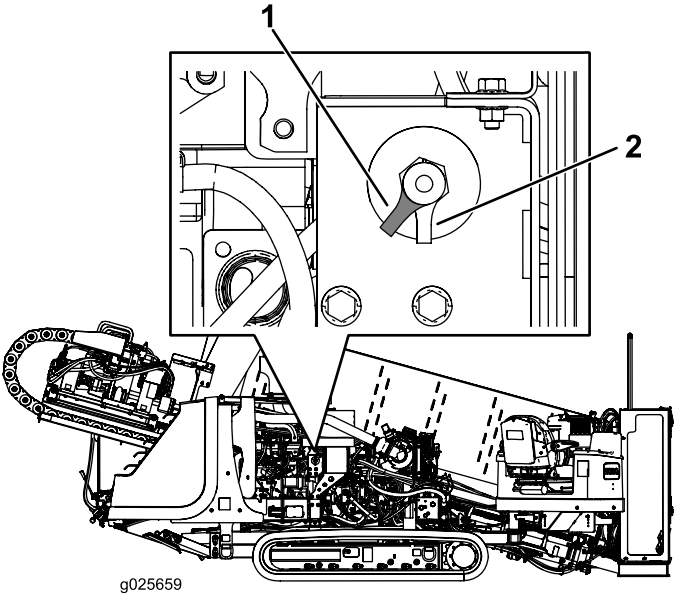

Figure 49
- Pour mettre la machine sous tension, tournez le sectionneur de batterie dans le sens horaire à la position activée (Figure 49).
- Pour mettre la machine hors tension, tournez le sectionneur de batterie dans le sens antihoraire à la position désactivée (Figure 49).